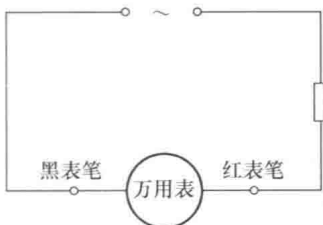

图 1-4 测量交流电流连接图
4) 交流电流的测量:首先将黑表笔插入“COM”插孔(当测量最大值为200mA的电流时,红表笔插入“mA”插孔,当测量最大值为20A的电流时,红表笔插入“20A”插孔),然后将功能开关置于交流电流档“A~”量程,并将测试表笔串联接入到待测电路中,如图1-4所示。